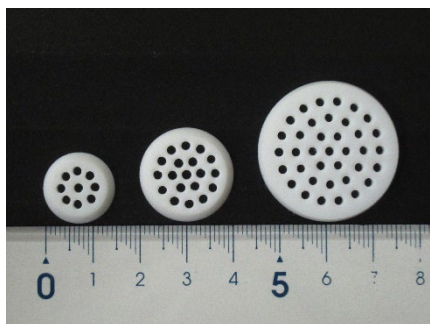

図 1 テフロン目皿
- ・テフロン目皿やガラスリングなど(培養時やシートの脱気時に重しとして使用) 図 1・図 2 参照